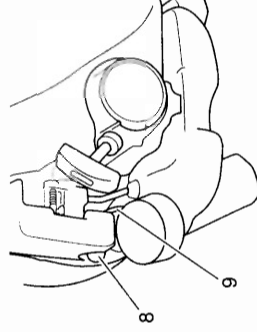

Fig. 5
2. Presione el cebador (8) repetidamente para que el combustible fluya por el tubo de retorno (9). (Fig. 5)